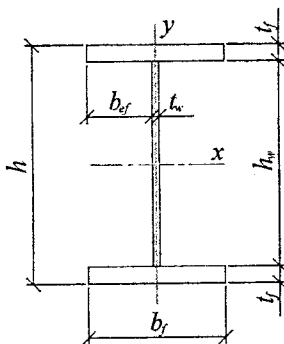

Рисунок 9.1 – Схема перерізу зварної двотаврової балки
1. Накреслити схему, яка наведена на рис. 9.1, і виконати обчислення згідно з прикладом, наведеним нижче.